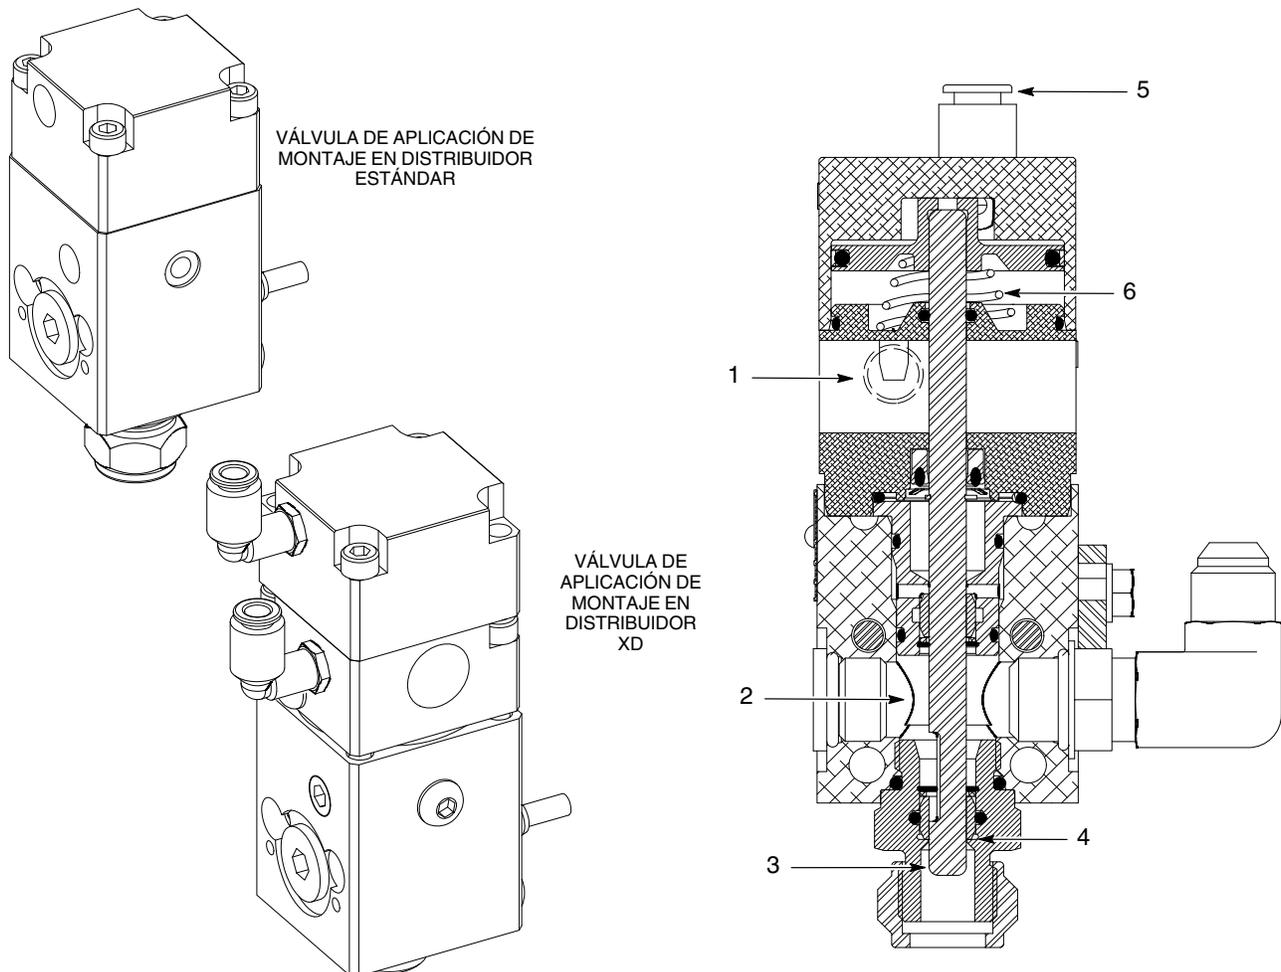

Figura 1 Válvulas de aplicación antigoteo Auto-Flo II
Ver la figura 1. La válvula de aplicación antigoteo Auto-Flo II se utiliza en gran variedad de aplicaciones de adhesivos, selladores y otros materiales. Fabricada en aluminio, la válvula es ligera y versátil.
Ver la figura 1. Cuando el aire es suministrado a la entrada de aire de apertura de la válvula (5), el pistón es empujado hacia abajo y empuja el vástago del pistón (3) en el asiento (4). El material fluye en la entrada del material (2) y fuera de la boquilla.